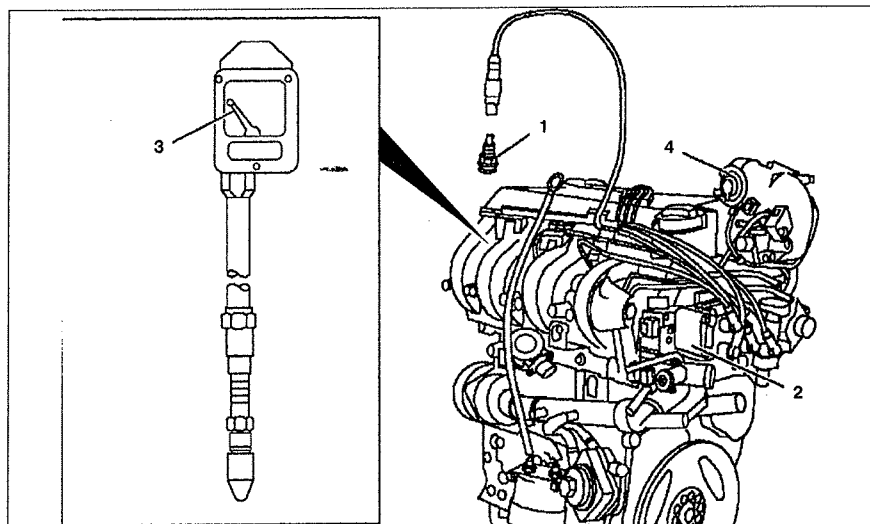

Рис. 3.53. Проверка компрессии двигателя:
2. Снимите свечу зажигания 1 (см.рис.3.53).